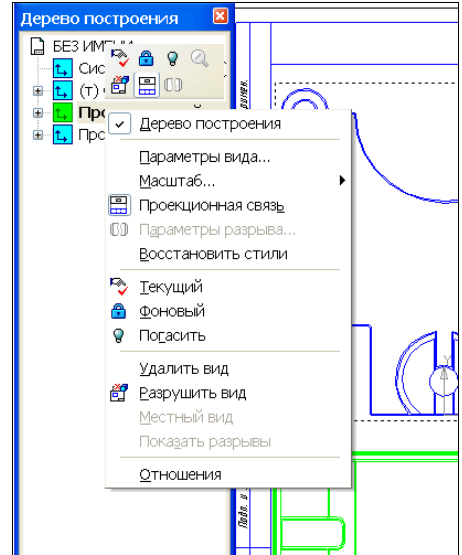

Рис. 20.16. Контекстное меню Деревя модели
В Дереве построения (рис. 20.16) чертежа имеются пиктограммы голубого цвета созданных видов чертежа: **Системный вид (1:1)**, **(т) Спереди 1 (1:1)**, **Проекционный вид 2 (1:1)**, **Проекционный вид 3 (1:1)**. Слева от пиктограммы отображается знак "плюс". Щелчок мыши по знаку "плюс" раскрывает структурированный список моделей (деталей и сборок). Состояние вида (текущий, фоновый или погашенный) показывается в Дереве построения справа от пиктограммы в виде буквы "т", "ф" или "п" в круглых скобках. При выделении пиктограмм видов ЛК мыши в окне чертежа они выделяются зеленым цветом. Параметры этих видов можно изменять либо с помощью команды **Параметры текущего вида**, либо команд контекстной панели, либо посредством команд контекстного меню. Рассмотрим изменение некоторых параметров на чертеже данной модели. Например, вам необходимо сдви-
- ♦ в Дереве построения щелкните ПК мыши по **Проекционному виду 2** и вызовите контекстное меню (рис. 20.16). Обратите внимание на появившуюся контекстную панель;